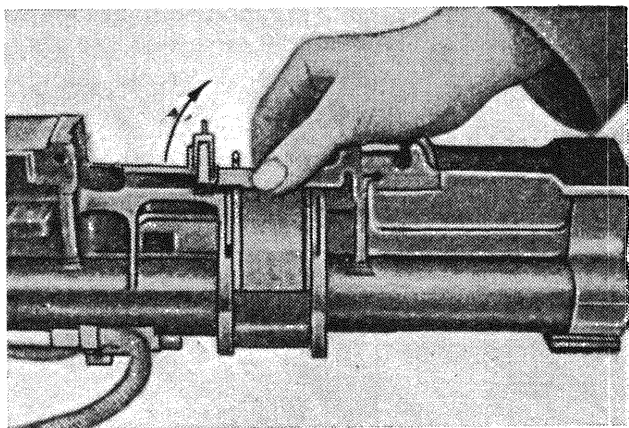

Рис. 63
11. Снять собранную шторку приемника, для чего сдвинуть последнюю к центру коробки до выхода пазов ее из пазов коробки и поднять вверх (рис. 63).